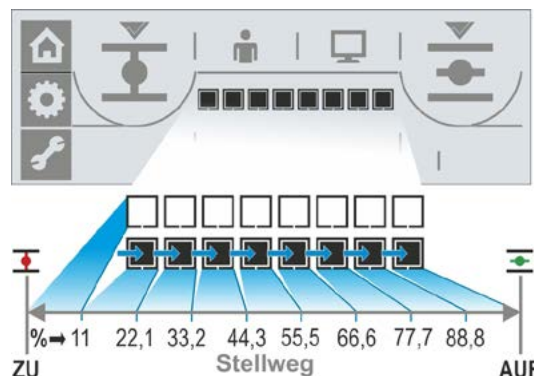

Abb. 2: Positionsanzeige
- 10 Positionsanzeige; die schwarzen Rechtecke (Segmente) zeigen, wie weit sich der Stellantrieb in Position AUF befindet. Dabei entspricht jedes Segment einer Wegstrecke von ca. 11 % des gesamten Stellwegs. Dazu siehe nebenstehende Abbildung 2. Beispiel: